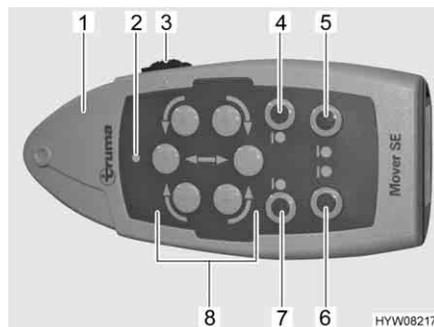

Fig. 7 Mando a distancia
- Empujar el conmutador deslizante (Fig. 7,3) en el mando a distancia (Fig. 7,1) a "ON" (I). Si está encendido el LED verde (Fig. 7,2), el sistema de maniobra estará dispuesto para el funcionamiento.
- De ambos lados, girar las ruedas de accionamiento hacia los neumáticos. Para ello, pulsar las teclas "Girar hacia neumáticos" (Fig. 7,4 y 7).
- Mover el vehículo a la posición deseada mediante las teclas de dirección (Fig. 7,8).
- De ambos lados, retirar las ruedas de accionamiento de los neumáticos. Para ello, pulsar las teclas "Retirar de neumáticos" (Fig. 7,5 y 6).
- Empujar el conmutador deslizante (Fig. 7,3) en el mando a distancia a "OFF" (0).